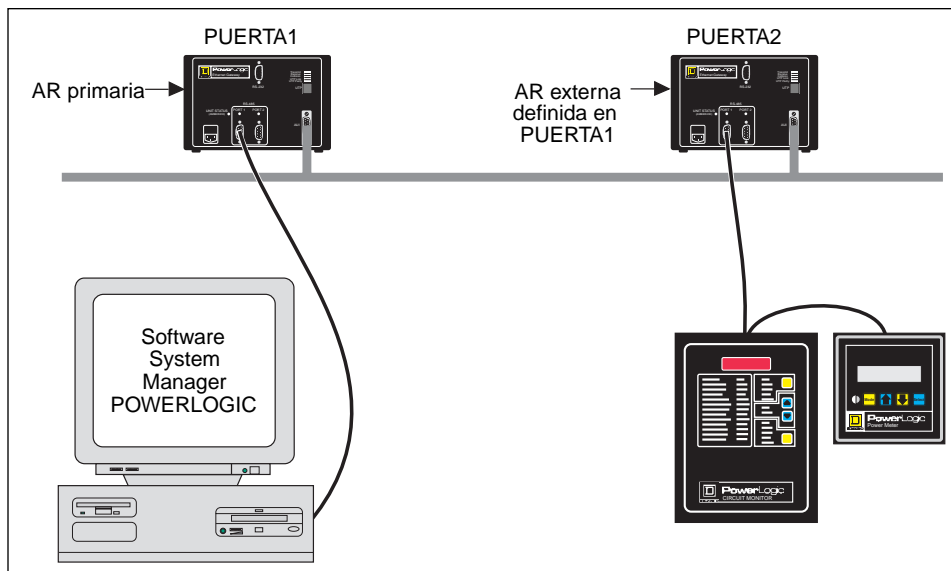

Figura 3-5: Ejemplos de AR primarias y externas
La puerta, debido a que es un dispositivo MMS, utiliza referencias de aplicación (AR) para definir puntos de conexiones lógicas. Existen dos tipos de referencias de aplicación implementadas en la puerta: primarias y externas (consulte la figura 3-5).